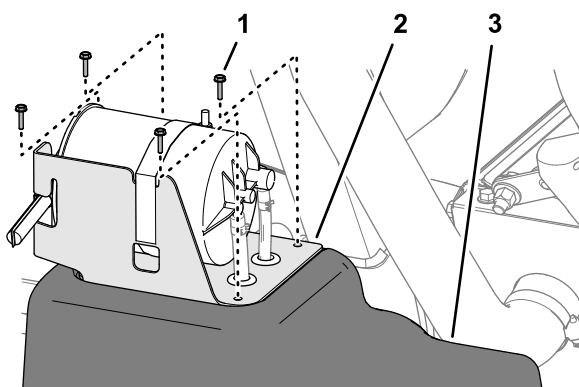

図 83
2. 燃料タンク部分で、カーボンキャニスタ用ブラケットを燃料タンク上部に固定しているねじ#10 x ¾"4本を外す 図 83。